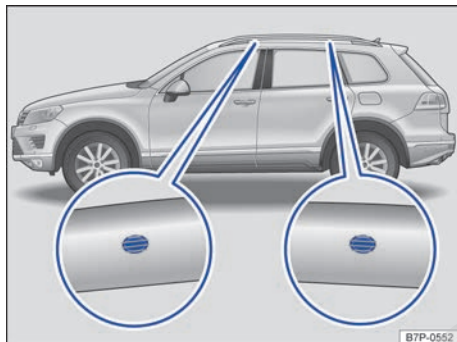

Fig. 233 Vehículos con barras longitudinales en el techo: puntos de fijación para los soportes básicos y el portaequipajes de techo.
Los orificios para colocar los soportes básicos se encuentran en el lado interior de las barras longitudinales del techo → fig. 233.
- Monte los soportes básicos únicamente en los puntos que aparecen señalados con marcas en la figura → fig. 233.